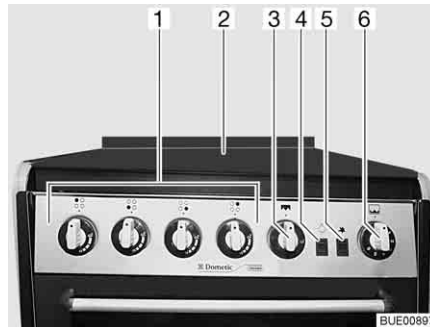

Fig. 164 Fornello a gas con forno e grill
- Aprire la copertura del fornello a gas (Fig. 164,2).
- Ruotare il pomello girevole (Fig. 164,1) dell'apparecchio a fiamma libera desiderato in posizione accesa (fiamma alta) e premere.
- Premere il pulsante per l'accensione (Fig. 164,5) finché la fiamma non brucia.
- ▷ Con l'interruttore (Fig. 164,4) si accende e si spegne la luce nel forno.
- Premere leggermente il pomello girevole (Fig. 164,3) e ruotare in posizione accesa (fiamma alta).
- Premere leggermente il pomello girevole (Fig. 164,6) e impostarlo su una posizione di accensione tra 1 e 6.